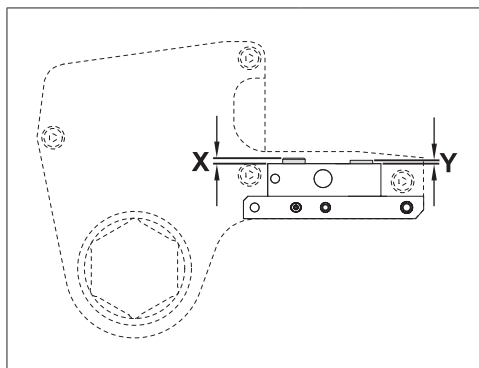

図21
- ドライブユニット固定ピン(K10)とフェールセーフ固定ピン(K11)の高さが正しいか確認します。図21、寸法「X」と「Y」を参照してください。